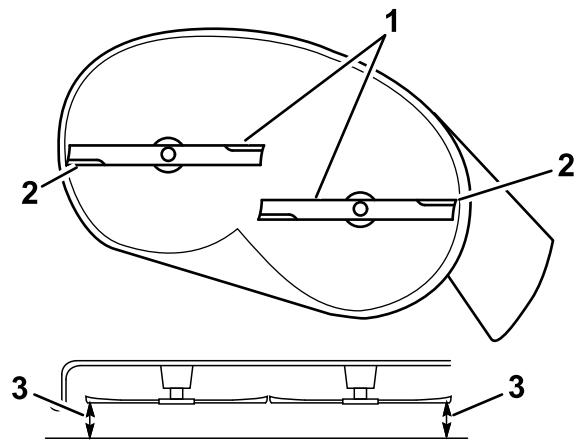

Figura 58
5. Mida entre los bordes de corte exteriores y la superficie plana (Figura 58).
4. Después de realizar el ajuste, compruebe de nuevo la inclinación longitudinal, y siga ajustando la tuerca hasta que la punta de la cuchilla delantera esté entre 1.6 y 7.9 mm (1/16" a 5/16") más baja que la punta de la cuchilla trasera (Figura 58).